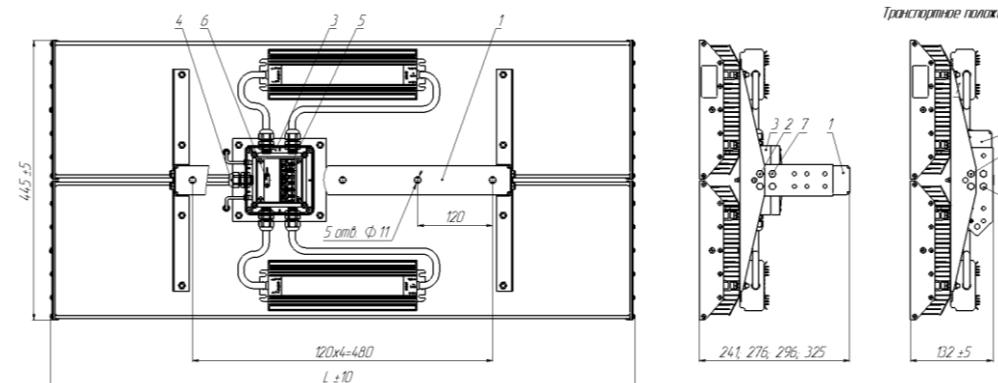

Рисунок 2
5.3 Для подключения светильника к сети снять крышку распределительной коробки (поз.3), отвернув четыре самореза, в случае необходимости, для получения доступа к коробке, снять универсальную скобу (поз.1). Ввести сетевой кабель диаметром 5 – 10 мм через сальниковый ввод AG16 (поз.4), и подключить к клеммной колодке (поз.5), согласно схеме (рисунок 2) предварительно зажав их пластмассовой стяжкой (поз.6). Заземляющий провод подсоединить к клемме, имеющей знак заземления . Затянуть гайку сальника AG16 с усилием обеспечивающим герметичность. Установить крышку коробки, затянуть четыре самореза, установить (в случае необходимости) универсальную скобу в требуемое положение.